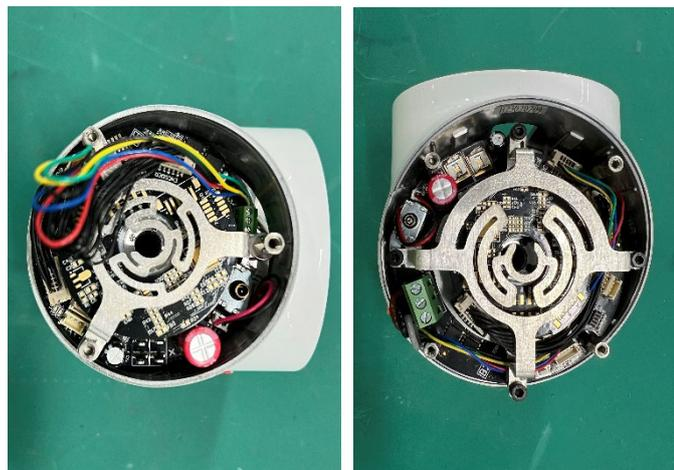

图 3-2：向下按制动销轴
4. 向下按下制动销并不要松开，之后，可以转动关节，如图 3-2 所示；